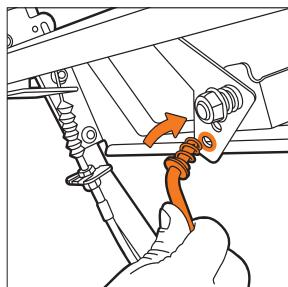

Рис. 32
- Подсоедините штангу к рычагу выбора передач на панели оператора (Рис. 32) и защиплите ее.